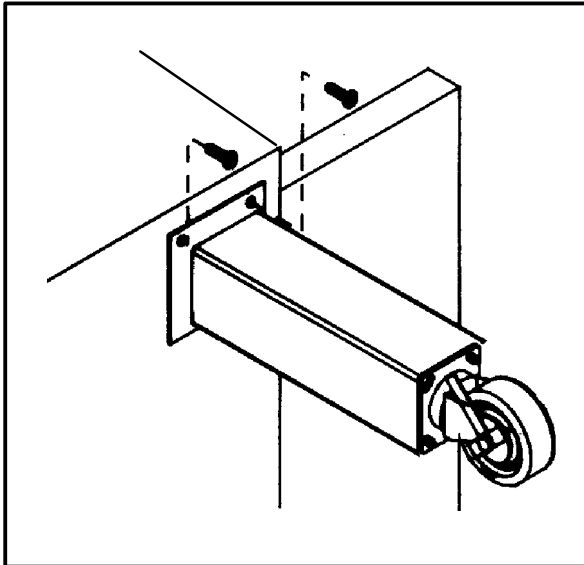

Figura 1
2. Instale las patas y las ruedecillas como se muestra en la figure. Vea la Figura 1.